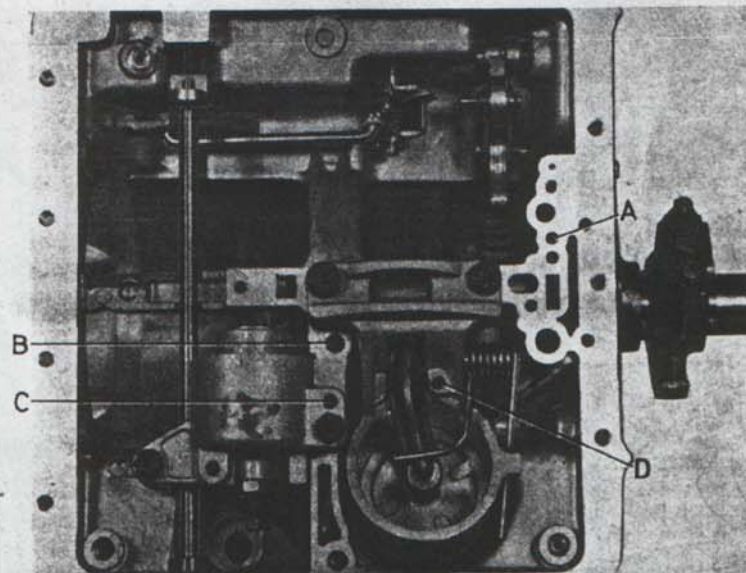

Bild 34. Funktionsprov med tryckluft.
Anslut tryckluften till ledningen (5) i växellådshuset bakre gavel, se bild 34. Lyssna efter ett dunk som visar att kopplingen fungerar. Vid demonterad växellåda kontrolleras även genom att vrida ingående axeln medan luften är påsläppt.